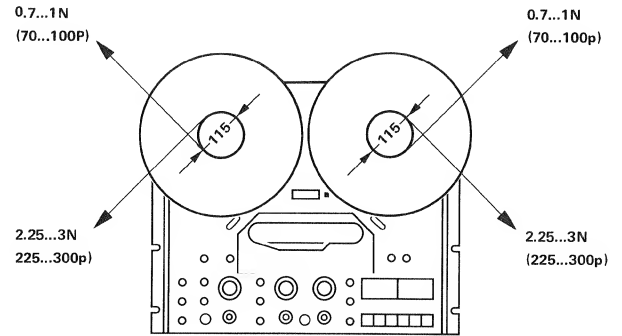

Fig. 4.2.-1
4.2.1. Messung der Bremsmomente (Fig. 4.2.-1)